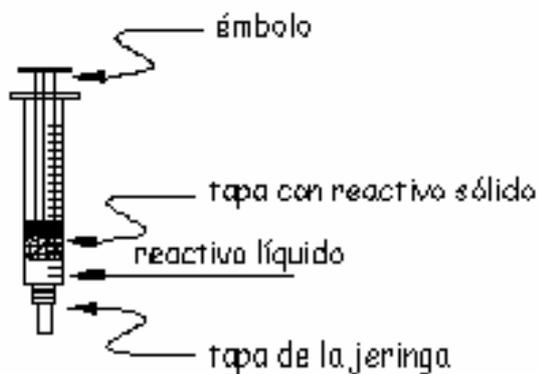

Figura 8
10. Tapa la punta de la jeringa con su tapa (Figura 8).